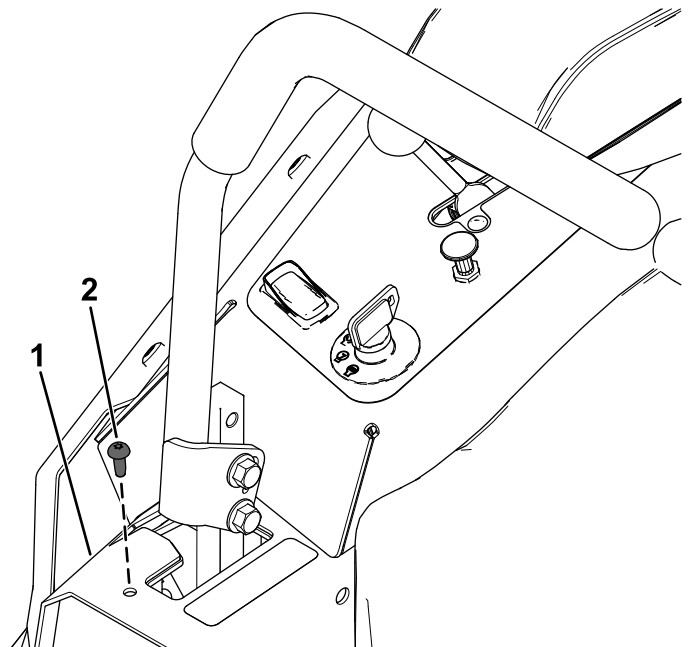

Figur 9
- Dra kablarna mellan styrlådan och utkastaren enligt bilden Figur 9 för att undvika skada på kablarna oavsett vilket klipphöjdsintervall som används.
Viktigt: Säkerställ att du leder kablarna bort från framsidan av däcklyftpedalen enligt bilden Figur 9 så att du inte skadar kablarna.